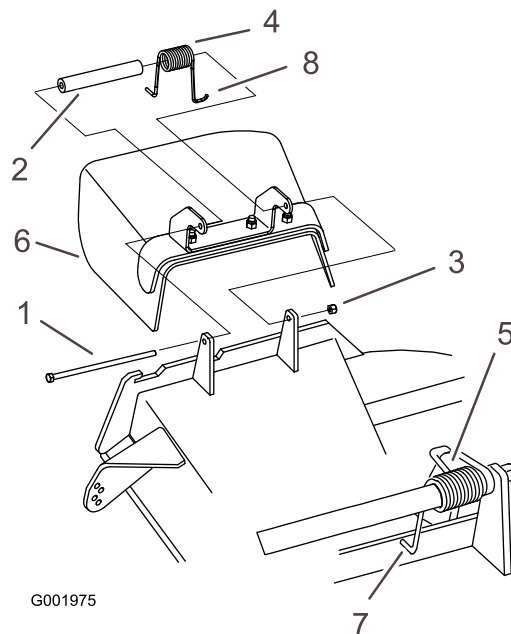

Figura 60
1. Retire a porca de bloqueio, parafuso, mola e espaçador que prendem o defletor aos suportes da articulação (Figura 60).
Nota: Certifique-se de que uma extremidade J da mola está instalada por trás da extremidade da plataforma antes de instalar o parafuso como se mostra na Figura 60.
3. Instale o parafuso e a porca. Coloque uma extremidade do gancho em J da mola em redor do defletor de relva (Figura 60).